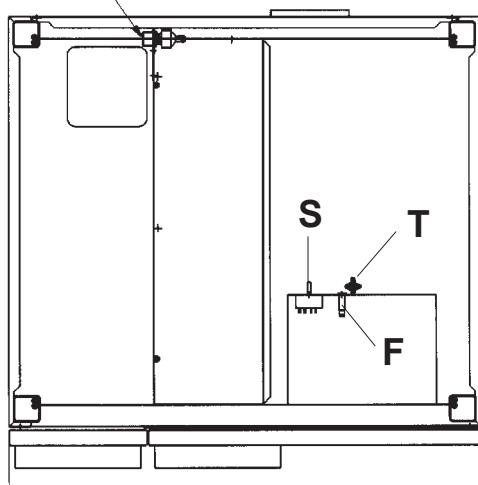

Fig. 3
- 7.1 **Thermostat de sécurité compartiment chauffant** (fig. 3), à réarmement manuel, qui intervient en interrompant le chauffage. Pour y accéder, enlever la boîte complète du bandeau de commande pour pouvoir réarmer le bouton "T" du thermostat positionné à l'extérieur au sommet du compartiment chauffant.
- 7.2 L'appareil est équipé d'un **fusible "F"**(fig. 3) (de 5 A F, à intervention rapide et pouvoir d'interruption de 35A) pour proté-
- Le régulateur d'énergie est endommagé ou doit être réglé avec la rotation de la poignée "S" (fig. 3).